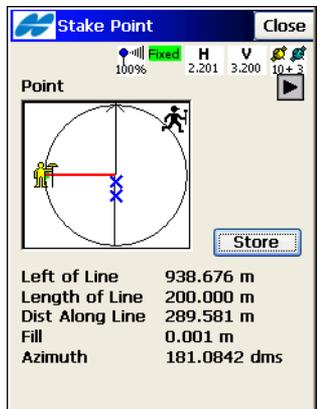

Abbildung 9-16. Abstecken von Linien
4. Im GPS+-Modus nutzen Sie die Angaben im Fenster *Absteck. Linie*, um den Zielpunkt zu suchen. Tippen Sie auf **Speich**, wenn der Punkt nah genug an der Linie und der Sollentfernung vom Startpunkt aus liegt (Abbildung 9-16).